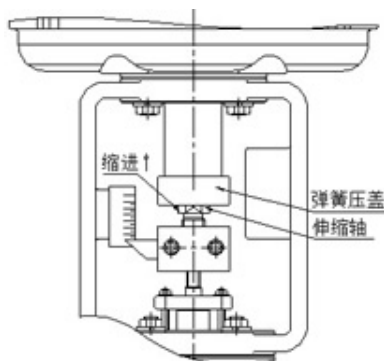
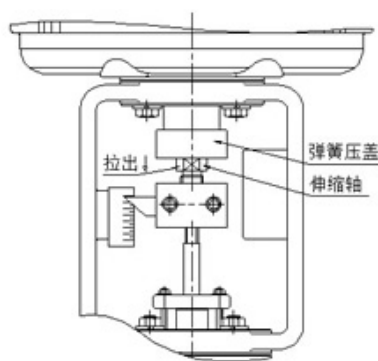

图 3-4-1
图 3-4-2
a) 下限位开关的定位：用手动摇柄将阀位调整到全关位置，继续摇动手柄，执行器的伸缩轴会被压入弹簧压盖，如图 3-4-1。当压入 2-3mm 时，将下限位开关置于被触发状态并固定凸轮。（下限位开关被触发后，应确保伸缩轴仍然有一定的压缩余量，否则限位开关将失去保护作用。）
b) 上限位开关的定位：用手动摇柄将阀位调整到全开位置，将上限位开关置于被触发状态并固定凸轮。若是三通调节阀，行程两端都应密封，开阀端也要求弹簧压缩。继续摇动手柄，伸缩轴被拉出弹簧压盖，如图 3-4-2。当拉出 2-3mm 时，将上限位开关置于被触发状态并固定凸轮。（上限位开关被触发后，同样应确保伸缩轴仍然有一定的伸出余量。）
c) 调节阀的零点与行程设定：根据后面菜单说明的相关章节，并参考图 3-4-1 和图 3-4-2，调整调节阀的零位和行程。